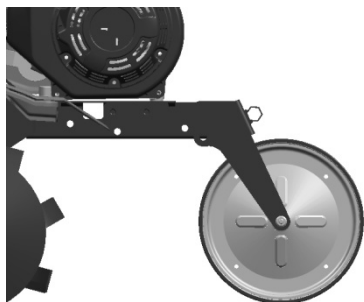

Figura 15
- 1) Reglați roata auxiliară a motosapei pe poziția indicată în figura 15 atunci când vă aflați pe stradă